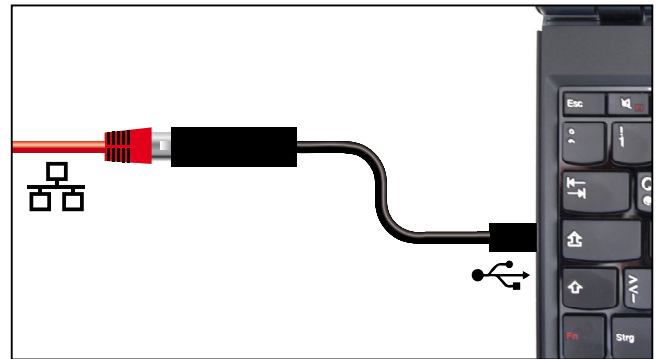

Abb. 7 Konverter Ethernet-USB
- ▶ Konverter Ethernet-USB (Abb. 7). Damit ist es möglich, den Netzwerkanschluss des Geräts (siehe Seite 12) mit dem USB-Anschluss eines PCs/Laptops zu verbinden.